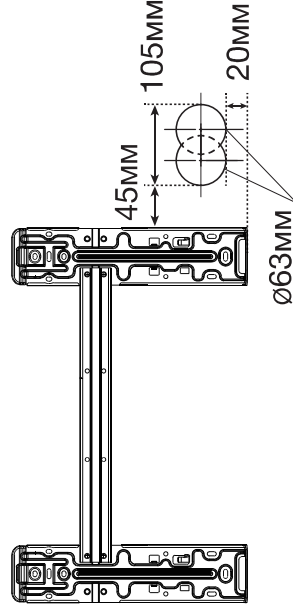

Рис. 1
2. Нажмите кнопку TIMER, на дисплее загорится значок таймера и цифры для установки времени (см. рисунок 1).
**Вариант 1:** Коммуникации (фреоновые трубки, дренаж, межблочный кабель, трубка подачи воздуха), не поворачивая, проходят через стену непосредственно в месте установки кондиционера, для это рекомендуется сделать два технологических отверстия диаметром 63 мм заходящих друг на друга и располагающихся справа от монтажной пластины (см. рис. 1).